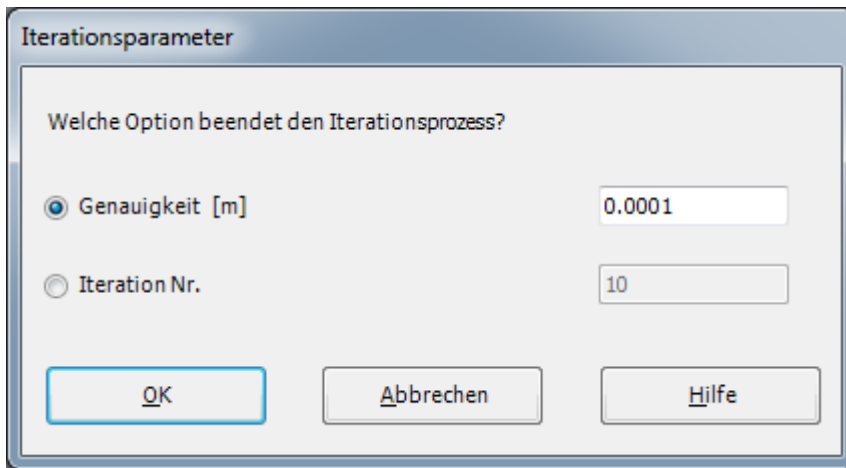

Bild 13.43 Optionsfeld "Iterationsparameter"
- Im Optionsfeld "Iterationsparameter" (Bild 13.43) lassen sie die gewählte Option wie gegeben